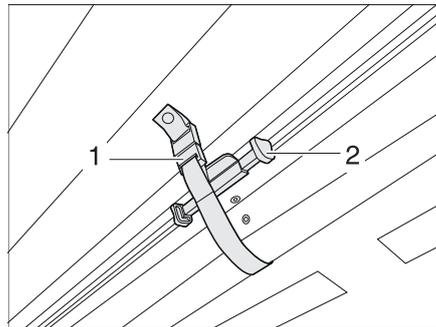

Bild 15 Sichern der Faltdunkelung Frontscheibe
- Die Faltdunkelung für die Frontscheibe mit dem Griff (Bild 15,2) nach oben schieben, bis sie einrastet. Mit der Verschlusschlaufe (Bild 15,1) sichern. Die Faltdunkelung ist gesichert.